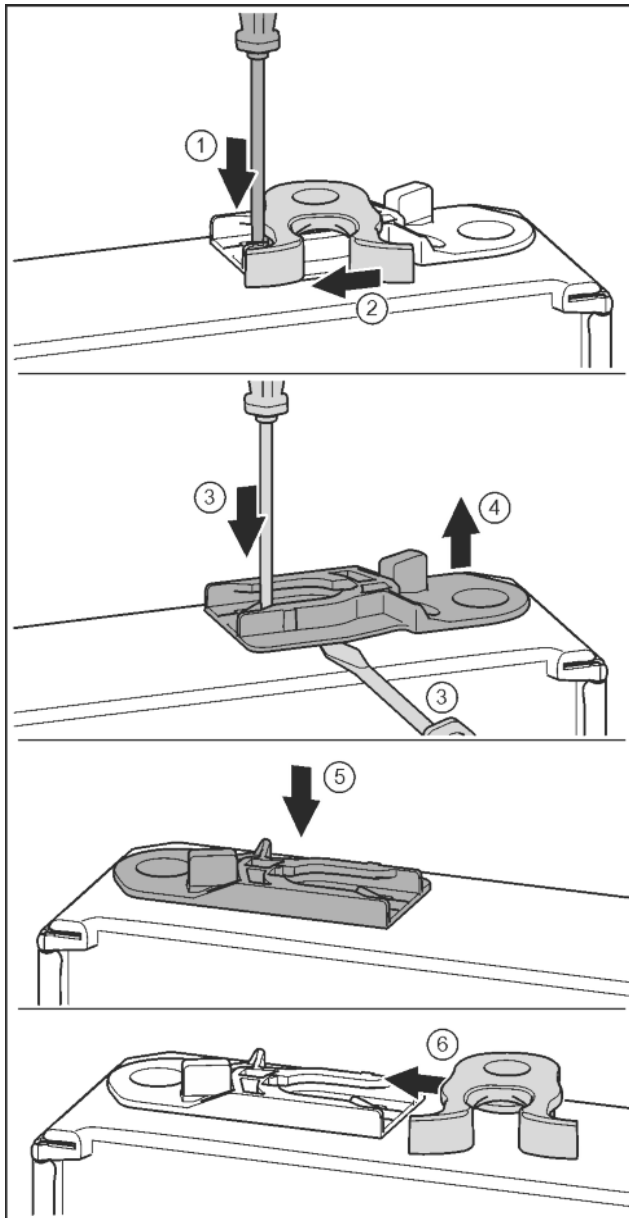

Fig. 19
- ▶ С плоска отвертка натиснете езичето надолу. Fig. 19 (1)
- ▶ Извадете затварящата кука от водача. Fig. 19 (2)
- ▶ Изваждане на направляващата втулка: С плоска отвертка натиснете езичето и едновременно с това вкарайте плоска отвертка под направляващата втулка. Fig. 19 (3, 4)
- ▶ Вкарайте приложената към доставката направляваща втулка от другата страна на корпуса. Fig. 19 (5)
- ▶ Вкарайте затварящата кука във водача. Fig. 19 (6)